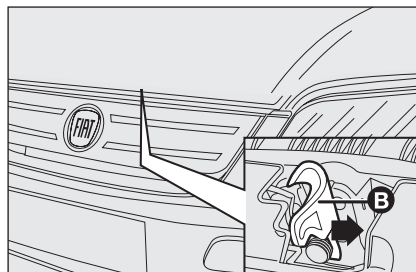

fig. 123
- ☐ déplacer à droite le levier **B-fig. 123** comme indiqué par la flèche;